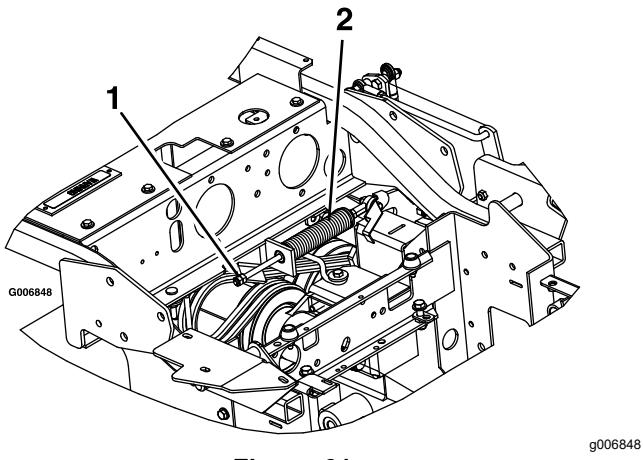

Figure 61
3. Localisez le ressort de frein et vissez les deux écrous de blocage au bout de la tige du ressort (Figure 61).